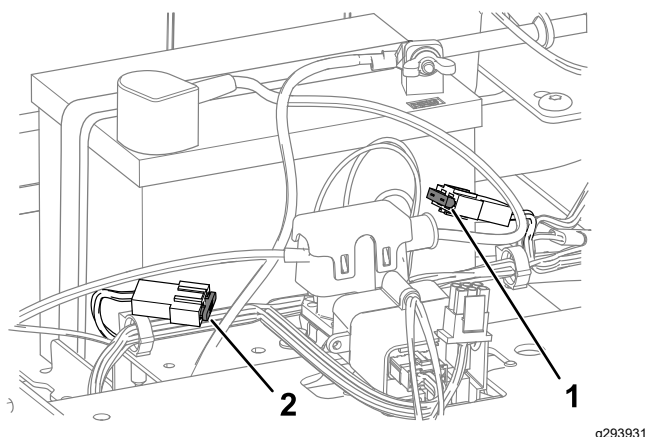

Figura 51
4. Per sostituire un fusibile, tiratelo ed estraetelo dall'attacco (**Figura 51**).